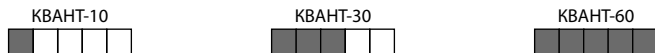

Рис. 3. Индикация КВАНТов
**КВАНТ-60 (60 минут)** — горят все пять световых индикаторов, см. Рис. 3.